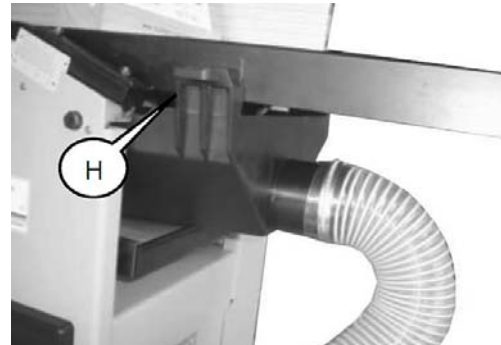
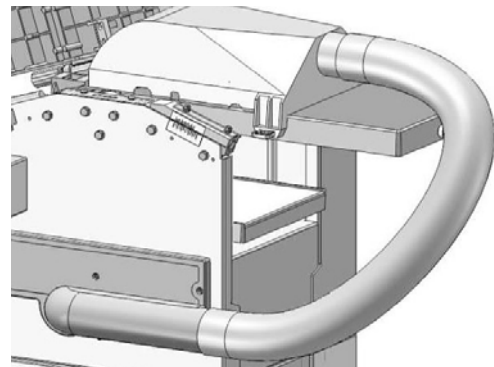

Abb. 25: Montage Späneabsaughaube
Abb. 26: Absaugschlauch anschließen
Schritt 5: Die beiden Halterungen (H, Abb.25) der Absaughaube herausziehen.
Die Halterungen (siehe Abb. 25) an der Späneabsaughaube aktivieren einen Sicherheitsschalter an der Maschine. Wenn dieser Sicherheitsschalter nicht aktiviert wird, lässt sich die Maschine nicht starten!
Schritt 6: Absaughaube nach oben schwenken (Abb.26) und mit Hilfe der beiden Halterungen (H, Abb.25) fixieren. Auf ein ordnungsgemäßes Einrasten achten!
Schritt 7: Absaugschlauch mit Hilfe einer Schlauchklemme am Absaugstutzen des Maschinengestands und am Absaugstutzen des Hobeltisches anschließen (Abb. 26).